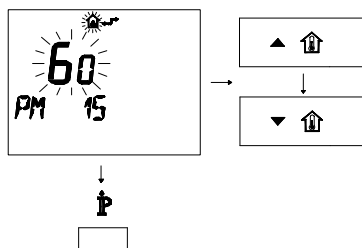

Figura 5.39
- Modificare il SET programmato agendo sui pulsanti **▲** o **▼** fino a visualizzare un **set di 60**, aspettare che il numero programmato cominci a lampeggiare (Figura 5.39)